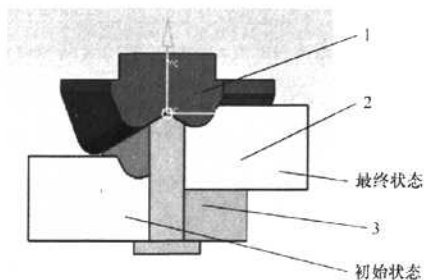

图4 正装式
设计 图4为正装式模具设计结构示意图。凹模采用分块形式。初始状态时，活动凹模下平面与下模座贴合，整体冲头下来时，与固定凹模成形120°、半径3mm的V形。随后启动机床缓冲器液压缸，带动活动凹模向上运动，成形两侧的24°、半径11mm的V形，工件成形完毕。
(2) 凹模设计 由图4可知, 凹模分为两块, 一块固定, 另一块为活动的, 且从工件两侧边的折弯线处进行分块。活动凹模从初始状态到最终成形状态的工作行程为30mm, 最终成形状态